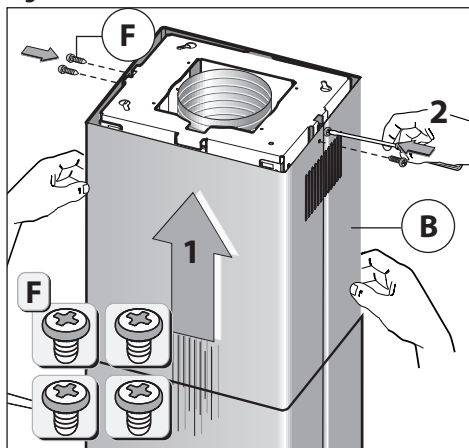

Fig.13
- Fissare il camino superiore **B** alla struttura mediante le 4 viti **F** (fig.13).